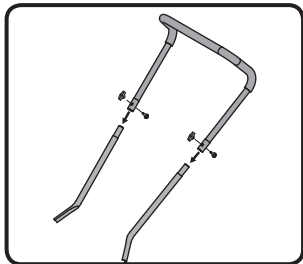

Fig. 1
- Fixez la poignée supérieure aux poignées centrales à l'aide deux boulons, deux boutons rotatifs (Fig.1).